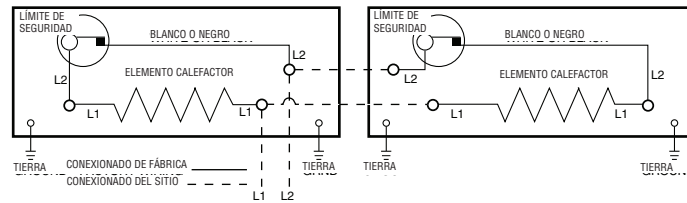

Figura 5: Diagramas de conexión
2. Los procedimientos de cableado y las conexiones deben estar de acuerdo con el Código Eléctrico Nacional (NEC) de los EE. UU. y los códigos locales. Consulte los diagramas de conexión de la Figura 5. Asegúrese de que todas las conexiones eléctricas estén firmes, para evitar posibles sobrecalentamientos. Utilice cables de alimentación de cobre únicamente.
d. Cablee el calefactor de acuerdo con los diagramas de conexión de la Figura 5. Sujete la cubierta del canal de cables mediante los tornillos.
8. Siga el diagrama de conexión que corresponda, como se muestra en la Figura 5, para conectar la fuente de alimentación eléctrica al calefactor mediante tuercas de empalme de cables aprobadas.